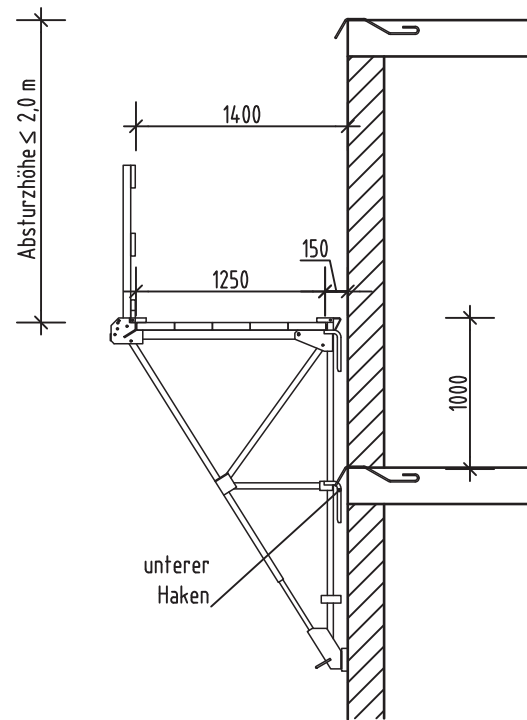

Bild 5.3.1b Aufhängung im unteren Haken
- Bei der Aufhängung im unteren Haken wird das Gerüst um 1,0 m höher gesetzt (s. Bild 5.3.1b).